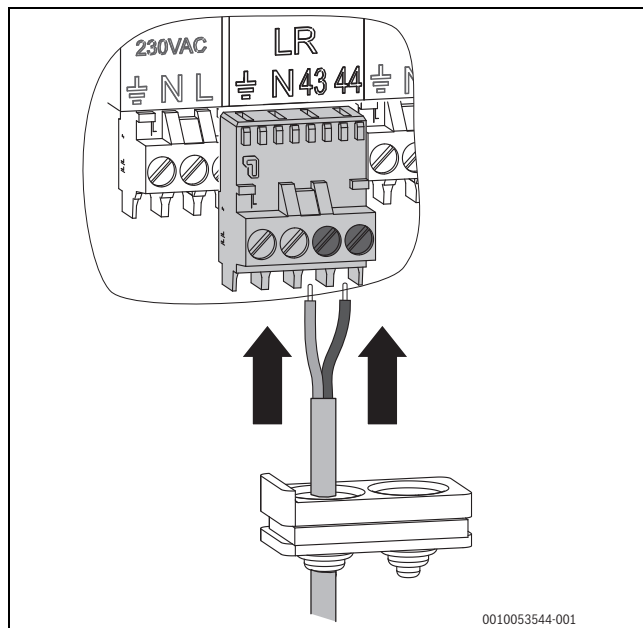

Fig. 31 Raccordement de la conduite de raccordement de l'appareil de régulation externes aux bornes de raccordement
- ▶ Raccorder correctement la conduite de raccordement de l'appareil de régulation aux raccordements des bornes de raccordement **43** et **44** (→ Fig. 31)